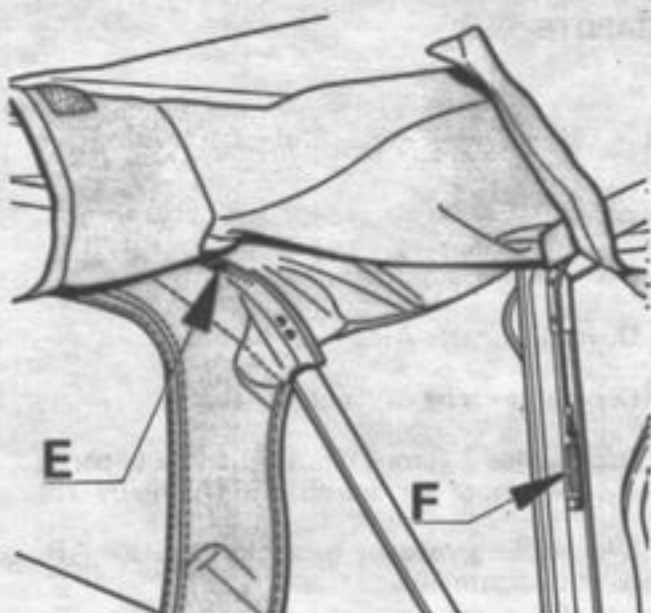

Figure 19
- Relever les parties latérales de la toile de capote, (figure 19)
- Sur chaque extrémité, déposer la vis de fixation du raidisseur AR de la toile de capote (E, figure 19)
- Décrocher les câbles de tension au point de fixation AR, (F, figure 19)
- Sur chaque extrémité, fixer le raidisseur AR de la toile de capote, (E, figure 19)